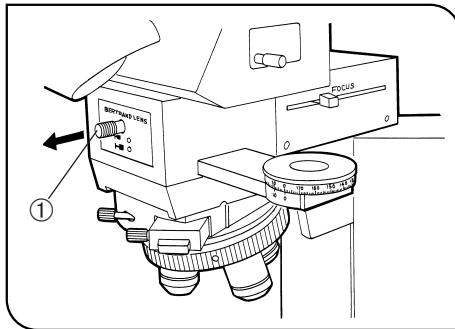

Fig. 23
- Tire del mando de la lente de Bertrand ① hasta la posición OUT (O). (Fig. 23)